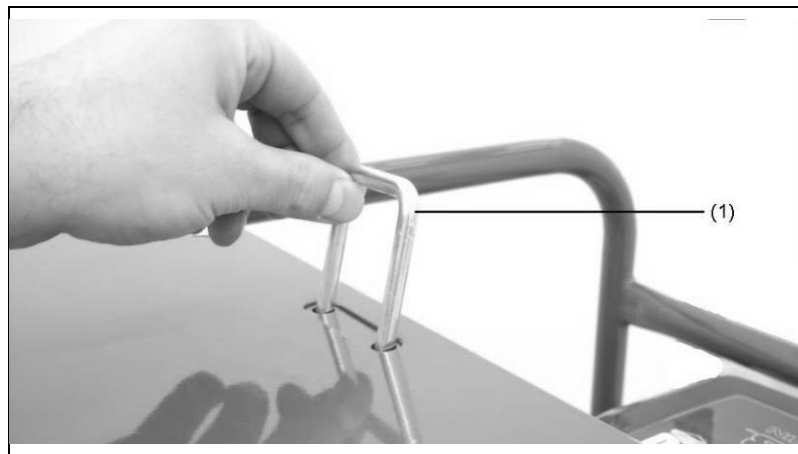

Abb. 4-1: Transport mit Kran
2. Transportöse (*siehe Abb. 4-1-(1)*) aus Abdeckblech herausziehen und Kranhaken einhängen.